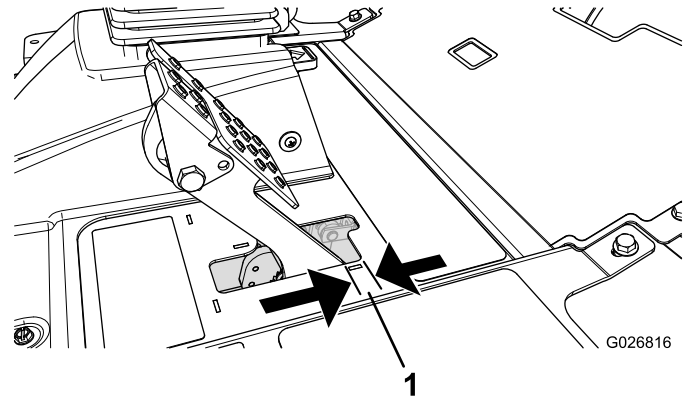

Bild 65
Stellen Sie die Bremsen ein, wenn das Bremspedal mehr als 2,5 cm Spiel hat, oder wenn die Bremsen nicht mehr gut genug greifen (Bild 65). Als Spiel gilt die Entfernung, die das Bremspedal zurücklegt, bevor ein Bremswiderstand spürbar ist.
- Ziehen Sie die hintere Mutter an, um den Zug nach hinten zu bewegen, bis das Bremspedal ein Spiel zwischen 6,3 mm bis 1,27 cm aufweist, bevor die Räder blockieren (Bild 65).